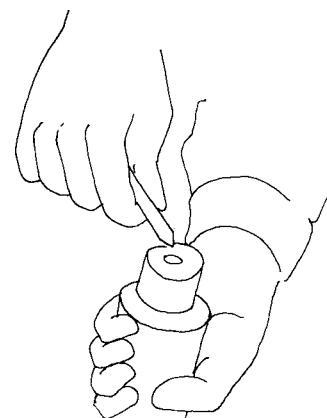

図2-17
(1) センタ穴を清掃する。
- ・センタ穴に傷がある場合は、折れた弓ノコの刃などを利用して、その先端を 60° に研削したものにやすり紙を巻いてセンタ穴をみがく（図2-17）。